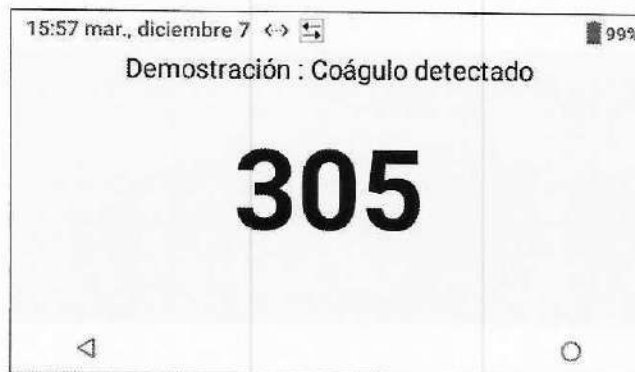

Figura 45: Demostración – Coágulo detectado
- 5 La demostración muestra el resultado del análisis como valor ACT equivalente a Celite en segundos cuando se detecta coagulación (Figura 45). En este punto, el Operador podría ver más detalles sobre la prueba.